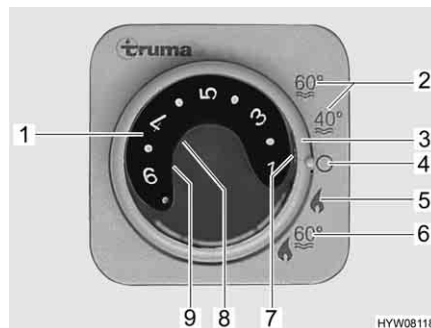

Fig. 132 Unité de commande pour chauffage/chauffe-eau
- Régler le mode de régime à l'aide de l'interrupteur tournant (Fig. 132,3).
Le chauffage règle le degré d'allumage automatiquement en fonction de la température ambiante requise. Une fois que la température ambiante désirée est atteinte, le brûleur s'éteint. En mode "Chauffage et chauffe-eau" (Fig. 132,6) l'eau est également chauffée dans le chauffe-eau. Il est possible de faire fonctionner le chauffage en mode "Chauffage sans chauffe-eau" (Fig. 132,5) et le chauffe-eau vide.
- Régler le bouton tournant de température (Fig. 132,1) de l'unité de commande sur la température de chauffage désirée.
- Régler l'interrupteur tournant (Fig. 132,3) en régime hiver "Chauffage sans chauffe-eau" (Fig. 132,5) ou en régime hiver "Chauffage et chauffe-eau" (Fig. 132,6).
Le voyant de contrôle vert (Fig. 132,7) s'allume.
- Régler l'interrupteur tournant (Fig. 132,3) sur "O" (Fig. 132,4).
La combinaison régime au gaz et régime électrique 230 V permet de raccourcir la période de chauffage (uniquement possible lorsque le chauffage sur l'unité de commande (Fig. 132) est réglé sur régime hiver).